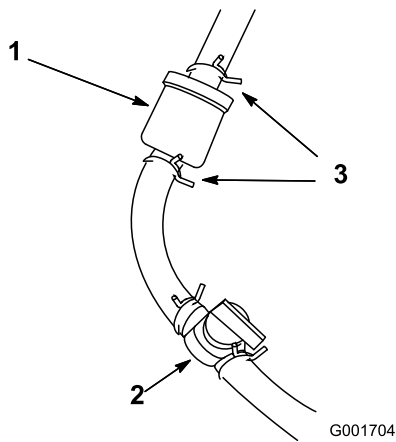

Bild 45
1. Schließen Sie den Kraftstoffhahn (Bild 45).
2. Legen Sie eine Ablaufwanne unter den Filter, lockern die Schlauchklemme an der Vergaserseite des Filters und ziehen die Kraftstoffleitung vom Filter ab (Bild 45).